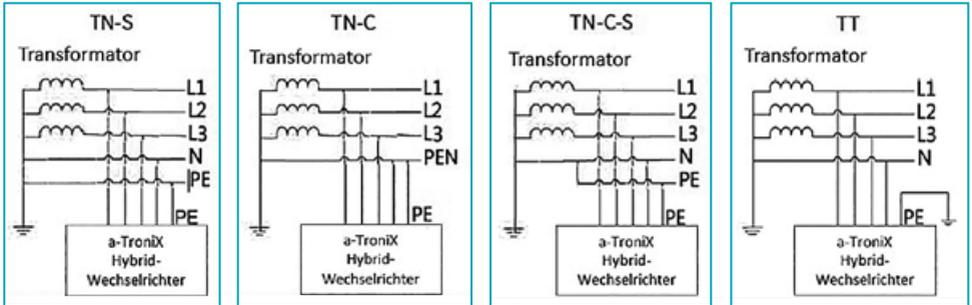

Abbildung 1.1
- Die anwendbaren Netztypen des a-Tronix Hybrid Wechselrichters sind TN-S, TN-C, TN-C-S und TT. Bei Verwendung des TT-Netzes sollte die Spannung zwischen N und PE weniger als 30 V betragen, siehe Abbildung 1.1: